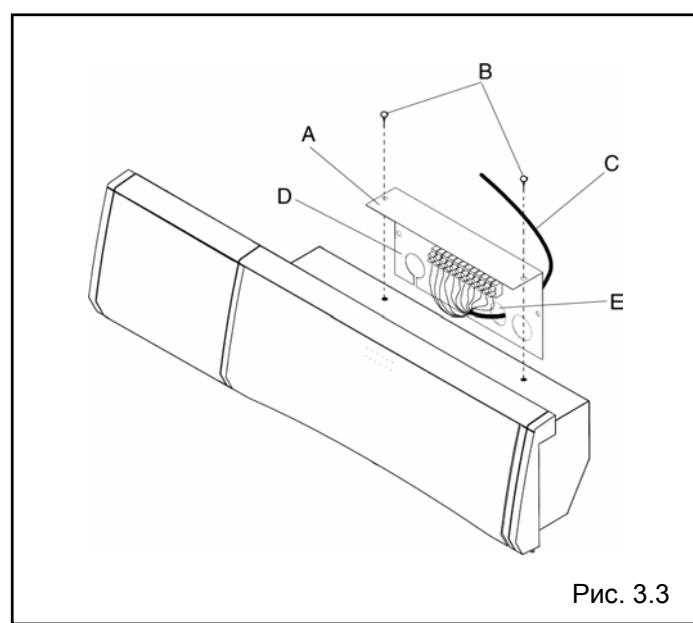

Рис. 3.3
- отвинтите винты В, которые крепят крышку клеммной колодки А к корпусу панели управления бойлера (рис. 3.3);
- присоедините 5-жильный кабель С (минимальное сечение 0,75 мм²) к клеммной колодке D панели управления (рис. 3.3), приведя его за котлом и продев в одно из отверстий Е, имеющихся на крышке А;